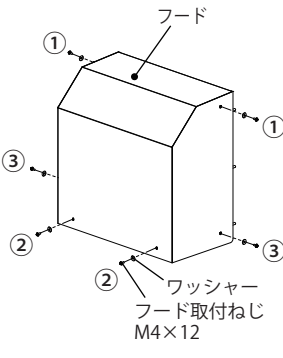

図 3
3. フード内側の下面から 10mm の位置にパッキンを貼ってください。(図 3)